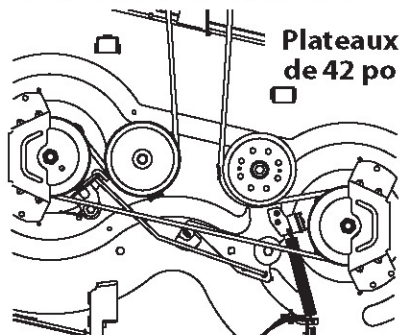
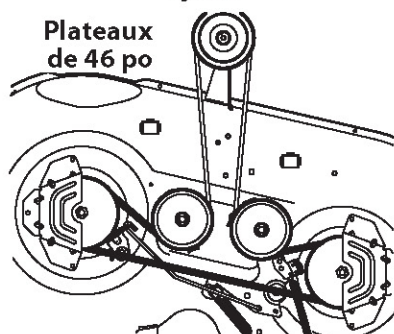
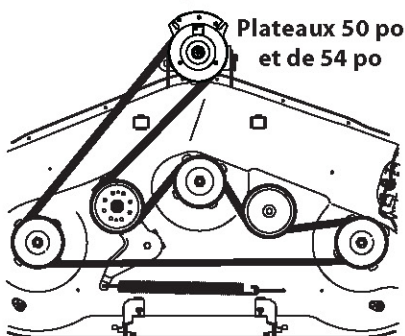

Figure 52
Figure 53
Figure 54
4. Placez la courroie neuve comme indiqué aux figures suivantes. Voir la Figure 52 pour les modèles dotés d'un plateau de coupe de 42 po, la Figure 53 pour les plateaux de coupe de 46 po et la Figure 54 pour ceux de 50 po et de 54 po.